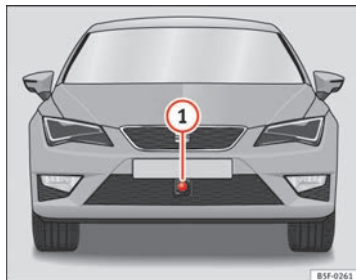

Fig. 139 En el paragolpes delantero: sensor de radar.
En el paragolpes delantero va montado un sensor de radar para captar la situación del tráfico ⇒ fig. 139 ①. Este sensor permite detectar vehículos que circulen por delante a una distancia de hasta 120 m aprox.